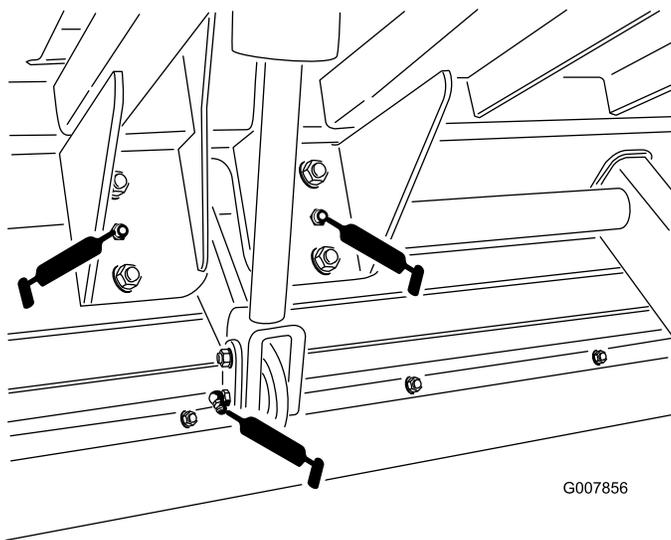
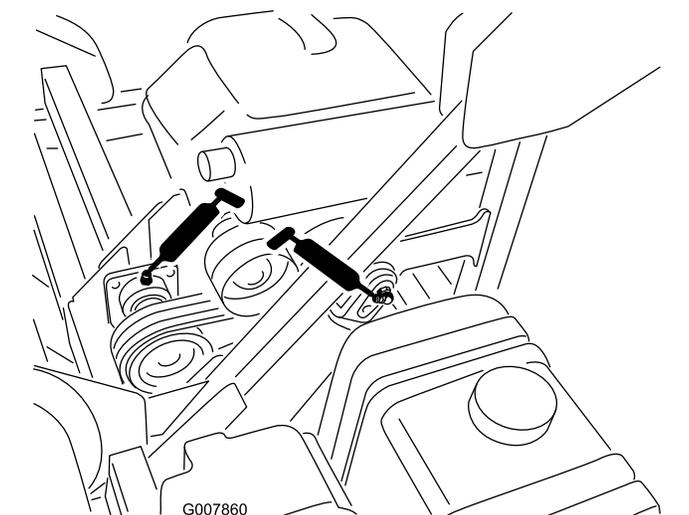

図 39
図 42
- 昇降シリンダ、2ヶ所 図 39 と 図 42
- 昇降アクスル、2ヶ所 図 39。
- ジャッキ・シャフト、2ヶ所 図 42